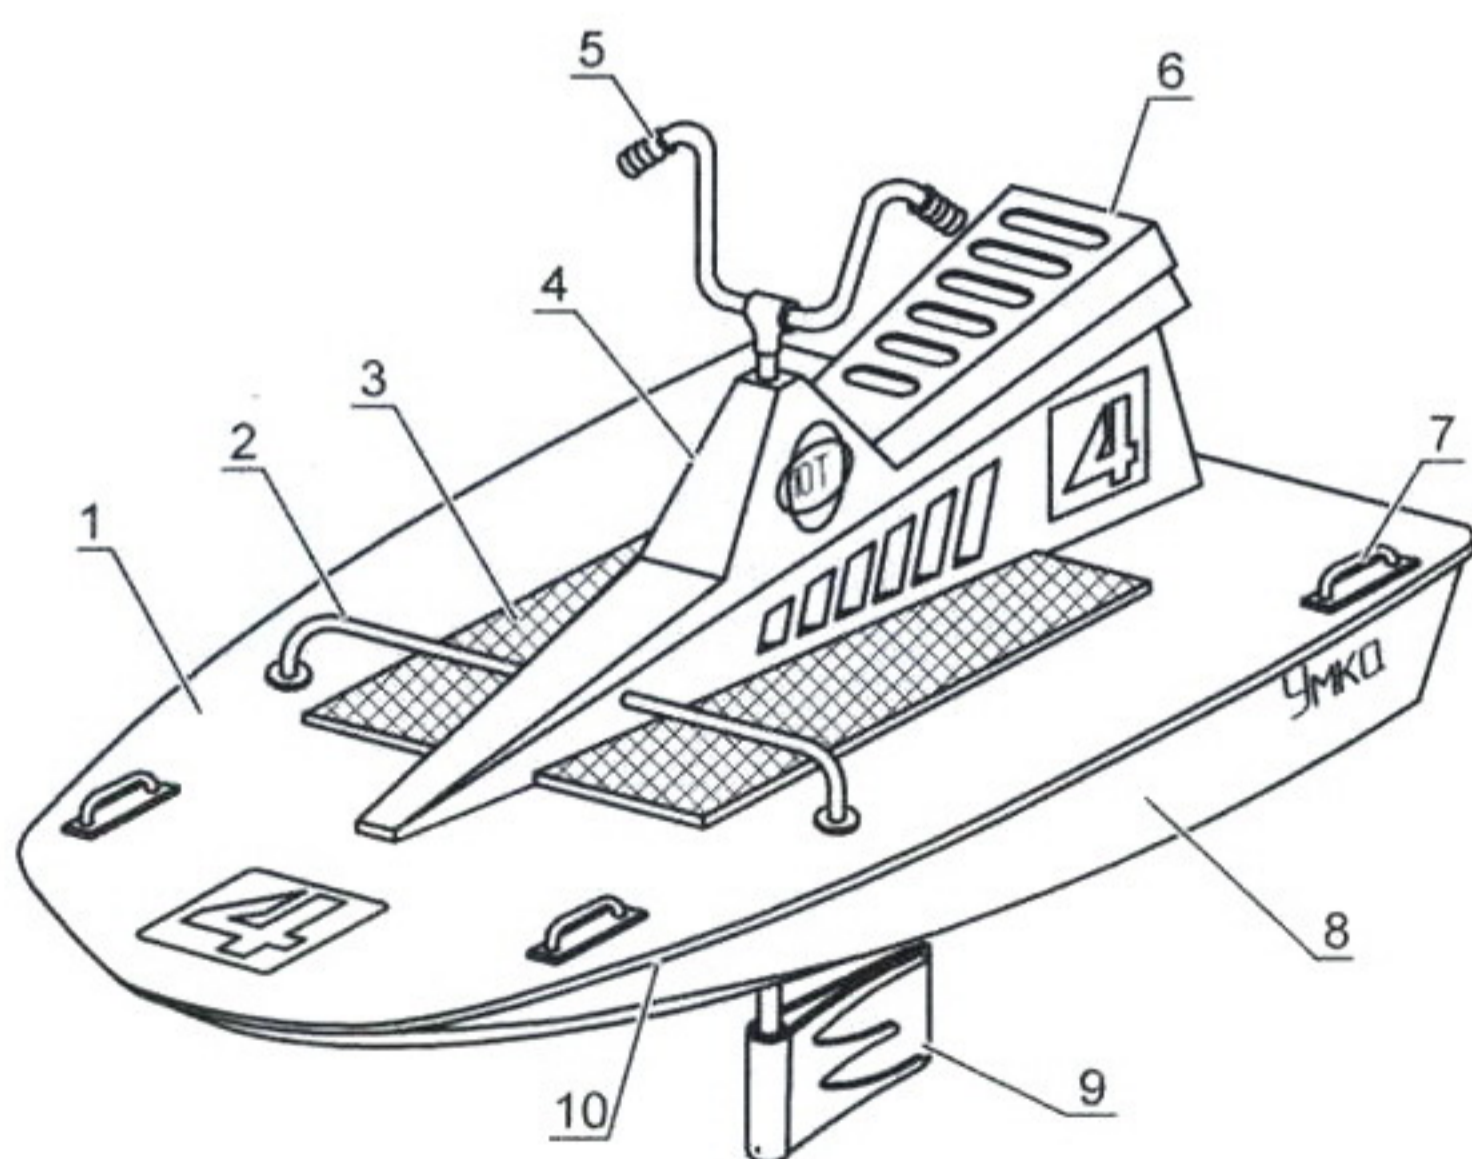
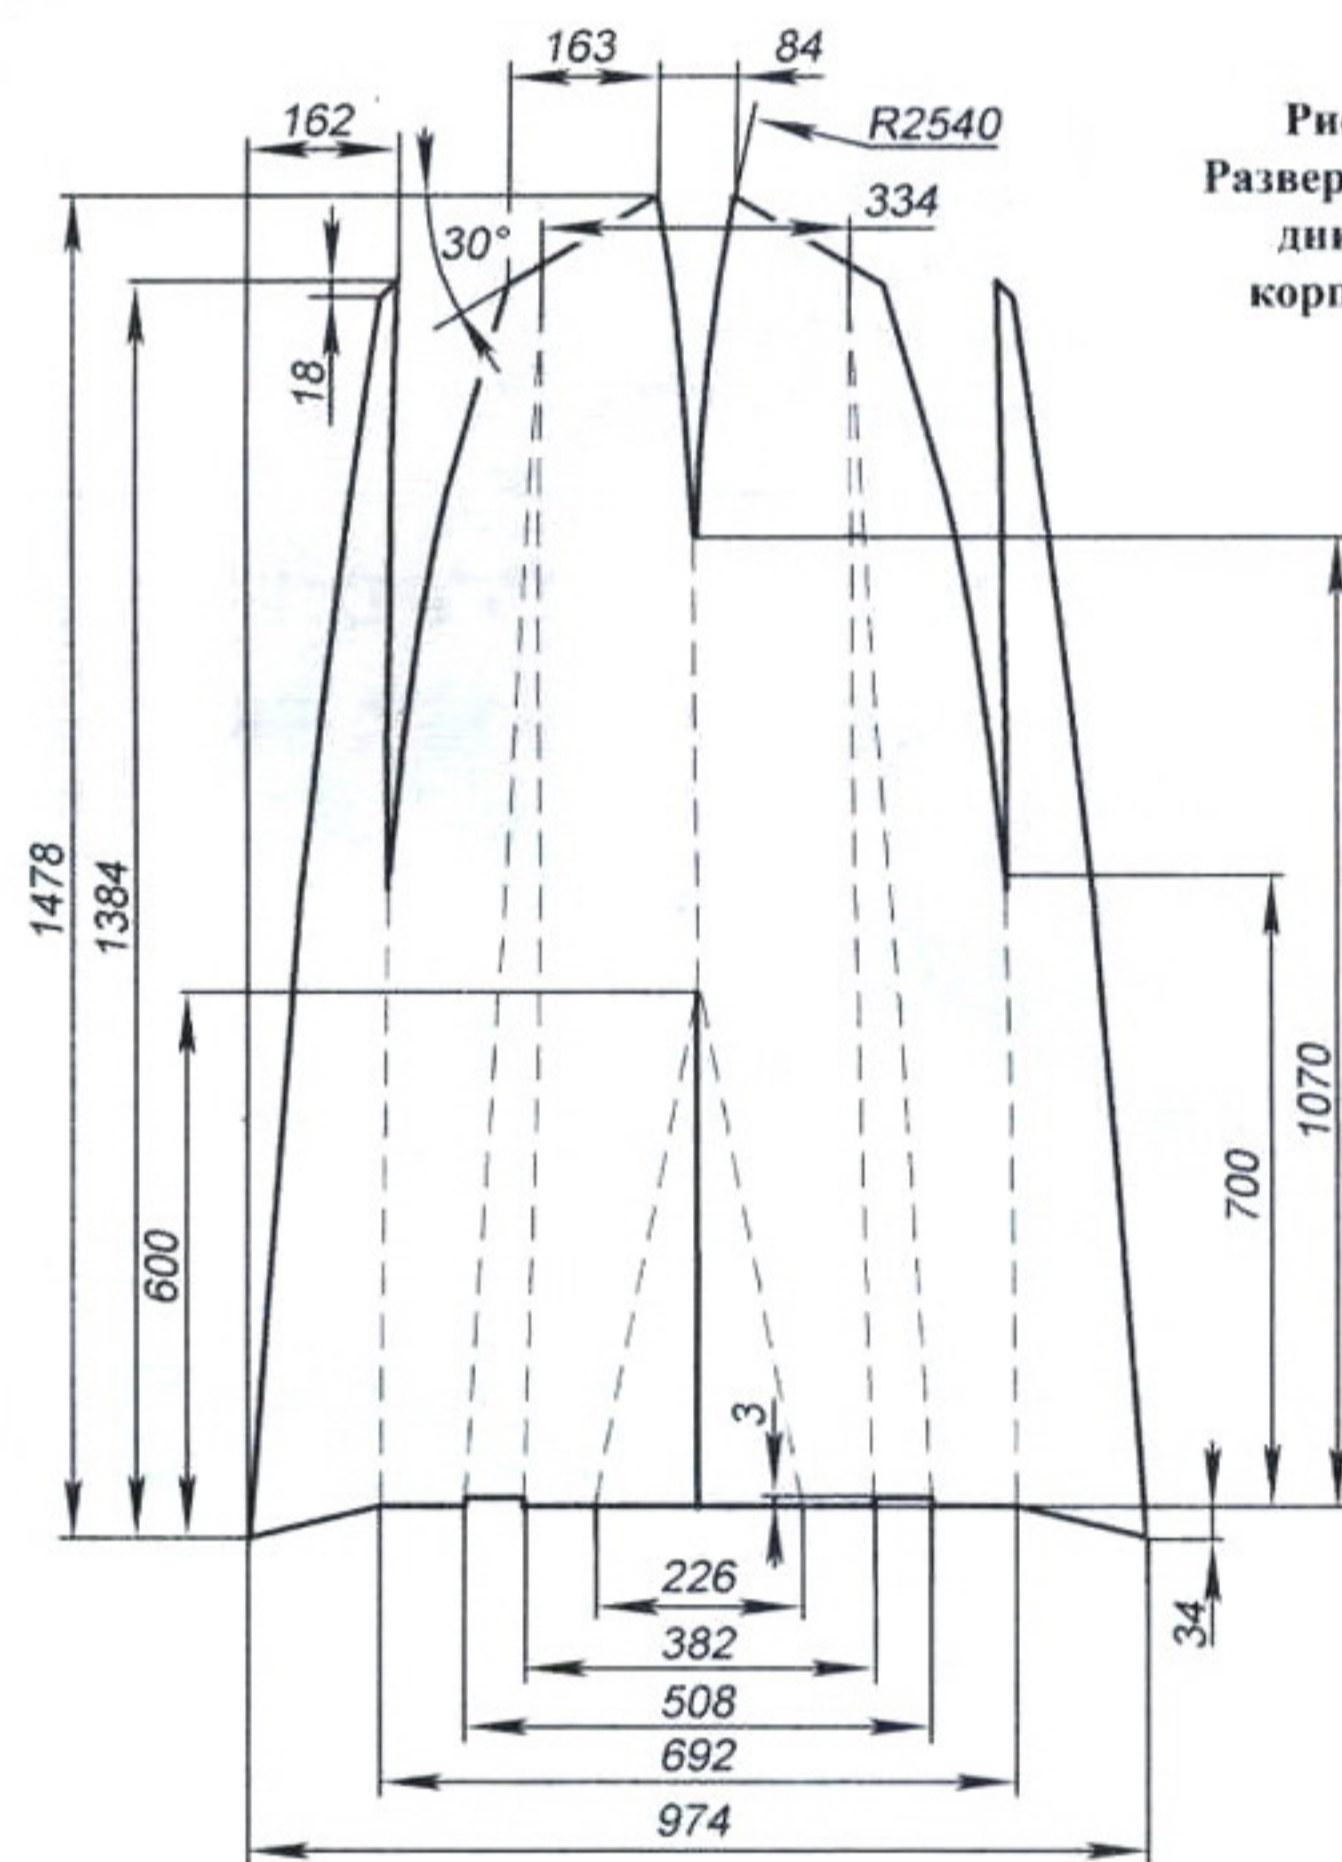

Рис. 1. Микроскутер «Умка»:
Рис. 3. Развертка днища корпуса
Если у кого-то появится желание сделать подобный скутер (рис. 1), то его изготовление начните с палубы (1), размеры которой приведены на рисунке 2. Палубу советуем вырезать из 3-мм фанеры по предлагаемому нами чертежу. Днище (8) также можно изготовить из тонкой фанеры. Делайте так: перенесите контур развертки (рис. 3) на тонкую фанеру или оргалит и вырежьте по нему. По пунктирным линиям надрежьте заготовку на половину толщины фанеры. Отогните борта по контуру транца (рис. 4). Только учтите, что пунктирные линии (рис. 3) на плоскостях днища (в виде треугольников) служат ориентиром для приклейки треугольных реек (10) – ребер жесткости (рис. 5). По краю соединяемых плоскостей на расстоянии от края попарно просверлите отверстия диаметром 1 мм под проволочные скрутки (11), как показано на рисунке 5 (вид А) с шагом 150 – 200 мм. После скручивания проволокой заготовок листов корпуса тщательно проклейте углы изнутри и снаружи полосками ткани на водостойком клее. Треугольная ложбинка по центру кормовой части корпуса служит для повышения остойчивости маленького судна – корма корпуса раздваивается и приобретает катамаранные качества.
Работу по изготовлению фильтра начинают с того, что подбирают сосуд, который будет выполнять роль корпуса (рис. 3). Указанные на позиции (1) размеры даны ориентировочно, но при изменении высоты сосуда нужно соответственно уменьшить или увеличить трубки. В крайнем случае, можно воспользоваться сосудом (2) цилиндрической формы.